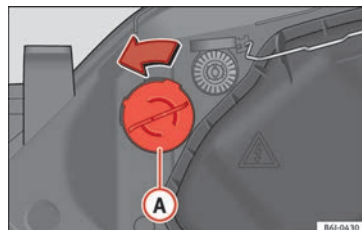

Fig. 188 Indicatore di direzione
- Ruotare il portalampadine » fig. 188 (A) verso sinistra e tirare.